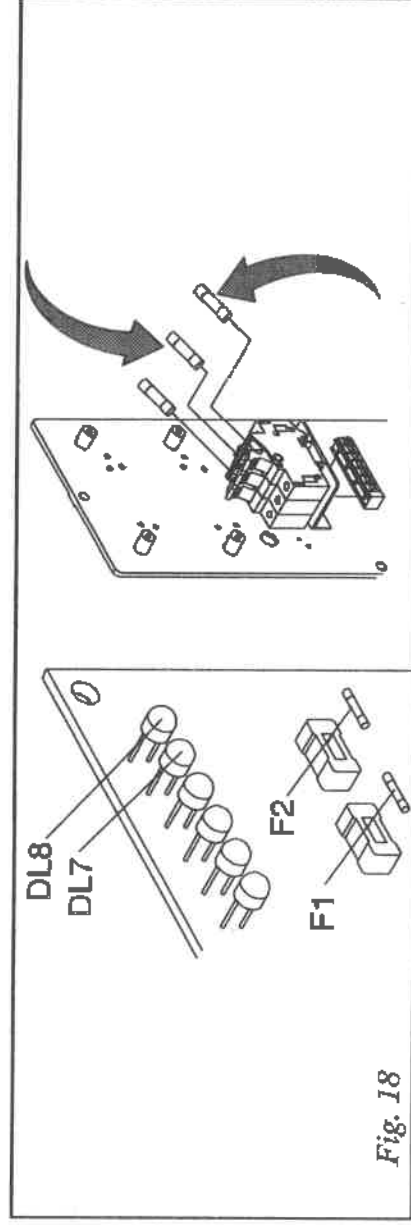

Fig. 18
a) Controllare l'accensione dei led DL7 e DL8 sulla scheda elettronica (cod. 02E02882, tav. 5). Se non si accendono, verificare i fusibili F1 ed F2 sulla scheda elettronica ed eventualmente i fusibili da 1A (cod. 02008816, tav. 5) (Fig. 18).